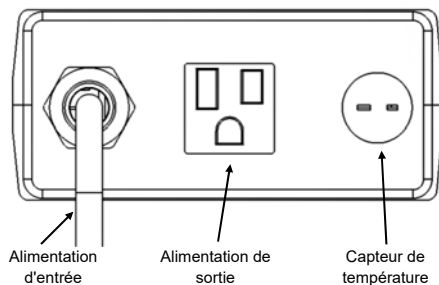

Figure 1
4. Branchez le cordon d'alimentation du régulateur de température à la prise de sortie d'alimentation du limiteur (voir Figure 1).